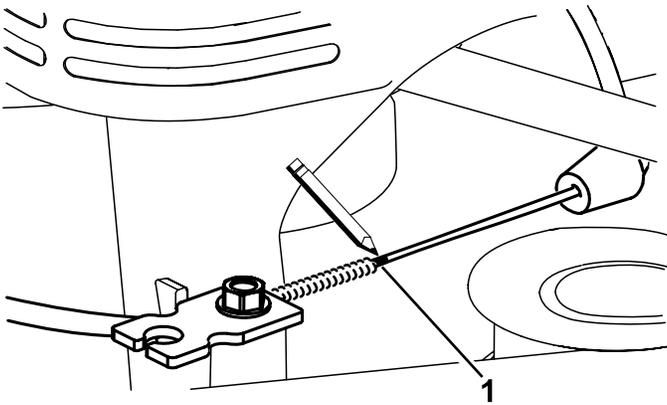
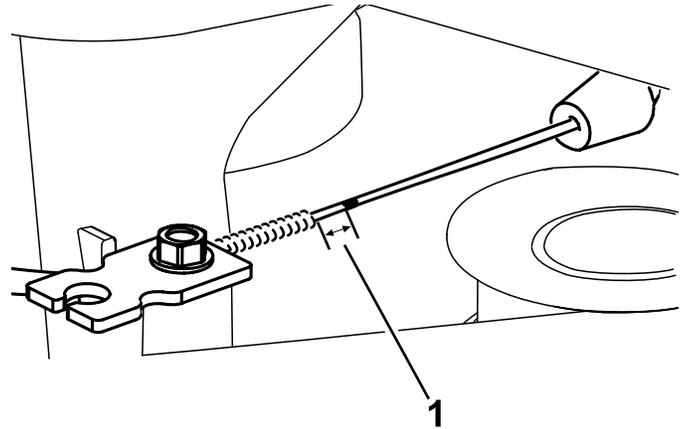

Figura 47
Figura 48
7. Marque el cable de freno (Figura 47) y, a continuación, ajuste la cubierta hasta que quede aproximadamente 11 mm de holgura (Figura 48).